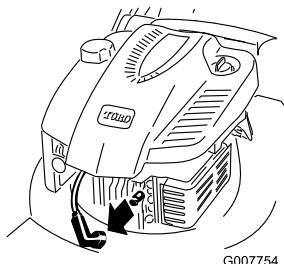

Bild 22
- Ziehen Sie das Zündkabel von der Zündkerze ab, bevor Sie Wartungsarbeiten ausführen (Bild 22).